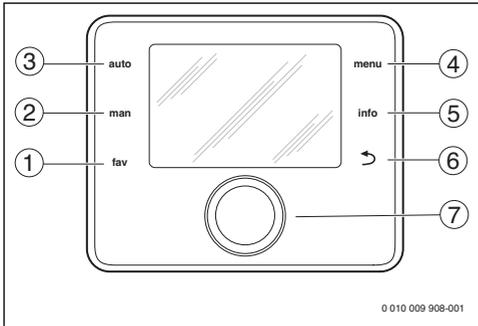

Fig. 1 Elementi di servizio
- ▶ premere e ruotare la manopola con pulsante di selezione (\rightarrow fig. 1, [7]) finché non viene visualizzata la zona di ventilazione anziché il circuito di riscaldamento oppure il circuito di riscaldamento anziché la zona di ventilazione.